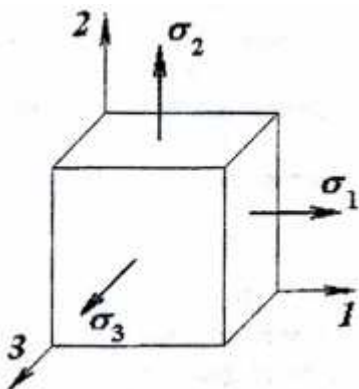

Рис.3
37. Какой вид напряженного состояния в точке тела представлен на Рис.3? (выберите один правильный ответ):